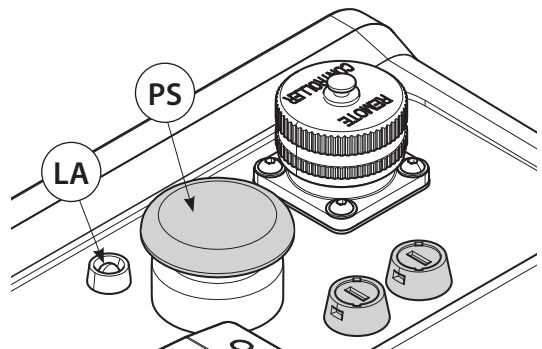

BILD 3
- Die Fernbedienung (PC) in die Hand nehmen und den Startknopf (GRÜN) drücken: der Motor wird eingeschaltet und beginnt das Öl zu fördern. Das Öl strömt in das angeschlossene Werkzeug.
- Bei Bedarf kann der mechanische Druckablassknopf (PS) (Bild 3) auf der Vorderseite der Pumpe betätigt werden und das Öl fließt in den Tank zurück.
Die Pumpe verfügt über ein eigenes Kontrollsystem. Beim Aufleuchten der gelben LED (LA) Bild 3 wird ein Fehler signalisiert und **die Pumpe wird blockiert**.